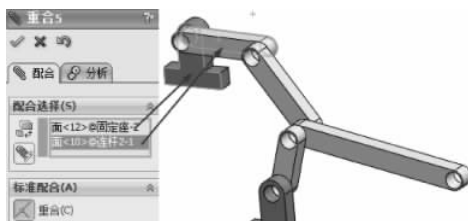

图 3-179 重合配合
(11) 继续进行配合约束,选择【标准配合】选项组下的【重合】配合类型 ,在【要配合的实体】选择框  中选择如图 3-179 所示的面,其他保持默认,单击【确定】按钮 ,完成重合配合。